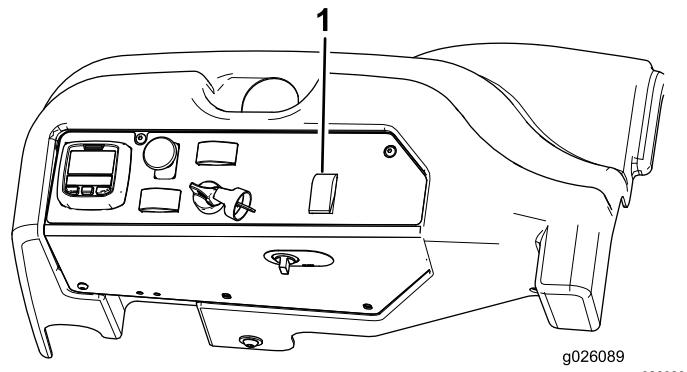

図 81
1. 切り替えスイッチの後側を押して 4 輪操舵にセットする 図 81。